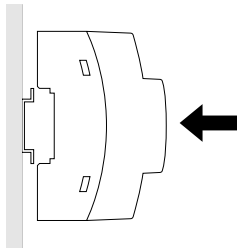

Fig. 8-2: Montage Geniax Server auf Tragschiene
- Den Geniax Server auf eine 35-mm-Tragschiene nach EN 60715 aufrasten (Fig. 8-2).